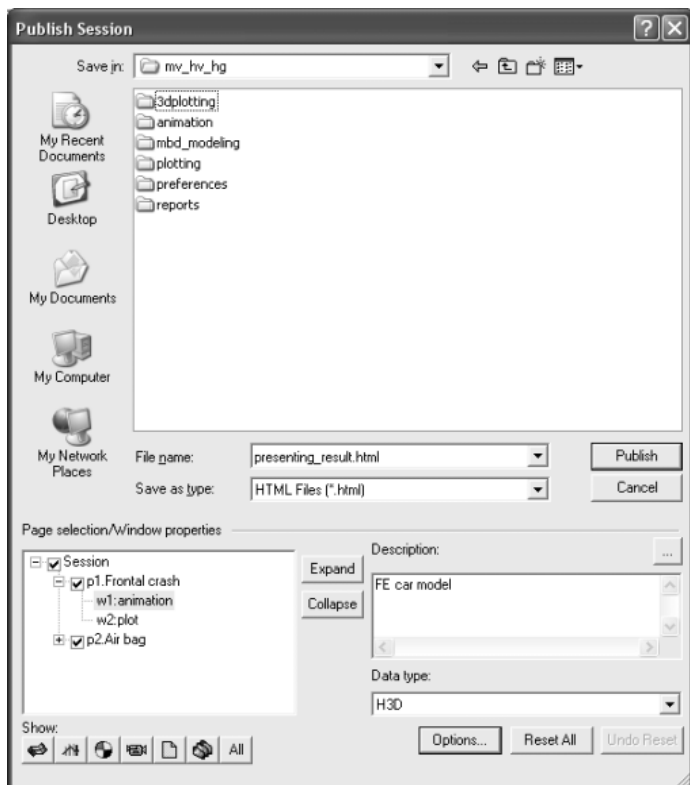

图 13-44 Publish Session 对话框
- (1) 回到 HyperView 当前作业中。
- (2) 在 File 菜单中选择 Publish Session，打开如图 13-44 所示的对话框。
- (3) 在 Page Selection/Window Properties 中，单击 p1.frontal crash 前的“+”以展开模型树。